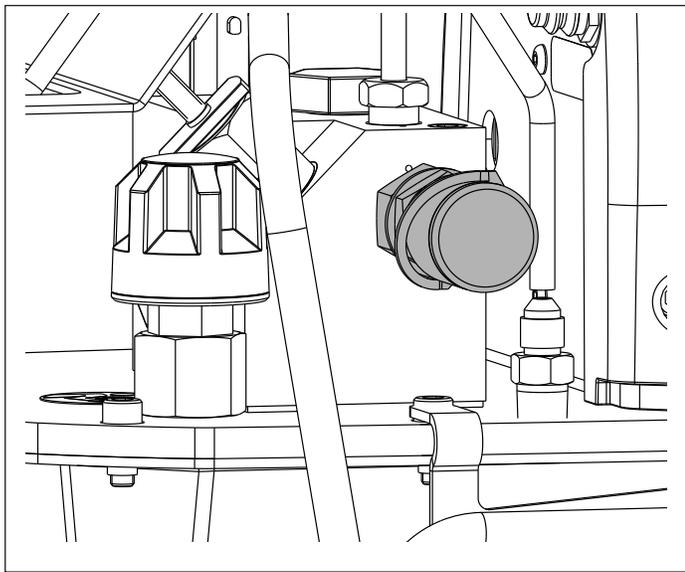

图 2, 出油口接头
ZUTP1500-S 系列液压泵在供油端口配备了快速液压母接头。该接头额定工作压力为 21,750 psi [1500 bar]。参见图 2。
1. 检查压力表指示是否为零 (0)psi/bar。进行此步骤之前需确保所有的液压压力均已释放。如果气压计上指示有压力，请按照本手册第 9.2 节泄压。
2. 将软管从出油口接头处断开 (如果已连接)。参见图 2。